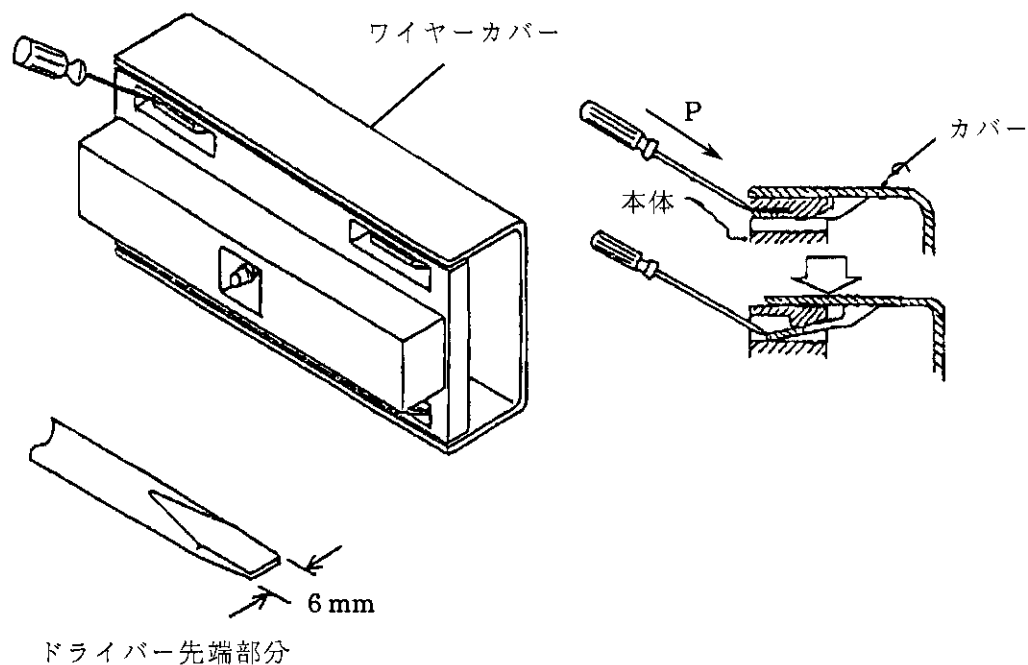

Fig. 14
- ① Fig. 14 の如く幅 6 mm マイナスドライバーを P 方向に押し、ワイヤーカバーを取り外して下さい。